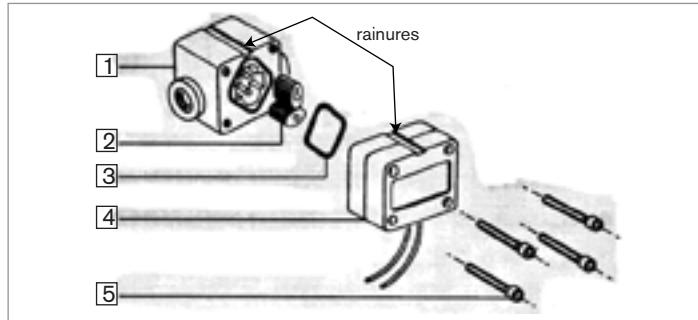

Fig.9 Vue éclatée du capteur 8071
- Desserrer les 4 vis (repère 5 Fig.9) et retirer le couvercle (repère 4 Fig.9).
- Retirer le joint (repère 3 Fig.9).
- Retirer les roues (repère 2 Fig.9).
→ Replacer le joint (repère 3 Fig.9).
Aligner la rainure du couvercle avec celle du boîtier (voir Fig.9).
→ Remettre le couvercle (repère 4 Fig.9).
→ Serrer les 4 vis (repère 5 *Fig.9*) en croix avec un couple de serrage de :